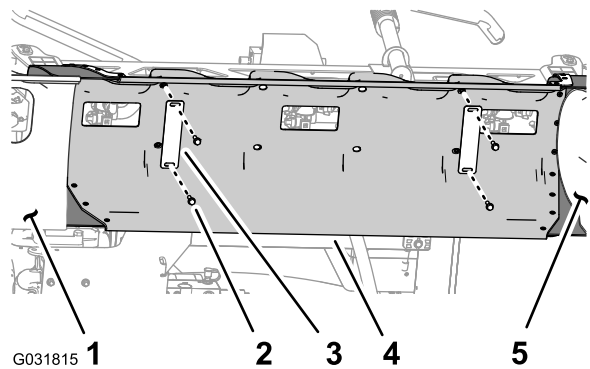

图19
1. 在支撑住中央喷洒臂段护罩11 喷嘴的同时拆下将其固定到护罩支撑托架上的 4 个凸缘头螺栓5/16 x 1-1/4 英寸和 2 个护罩箍带图19。